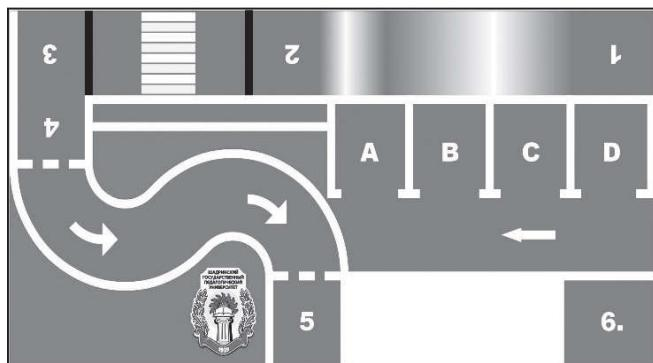

Рис. 2. Полигон № 2
**На полигоне № 2** (рис. 2) предусмотрено выполнение шести заданий. Полигон представляет собой поле из баннерной ткани размером 1200×2400 мм. Основной цвет поля — серый, на него нанесена разметка белого и черного цветов, ширина штриха — 30 мм. Зоны зеленого цвета не предназначены для перемещения робота. Зоны начала и завершения каждого задания отмечены номерами белого цвета. Между отметками 5 и 6 установлено объемное препятствие в виде горки. Граница подъема отмечена черной линией (рис. 2). Перед отметкой 6 вдоль белой линии установлен шлагбаум. При выполнении большинства заданий этого полигона действуют датчики.